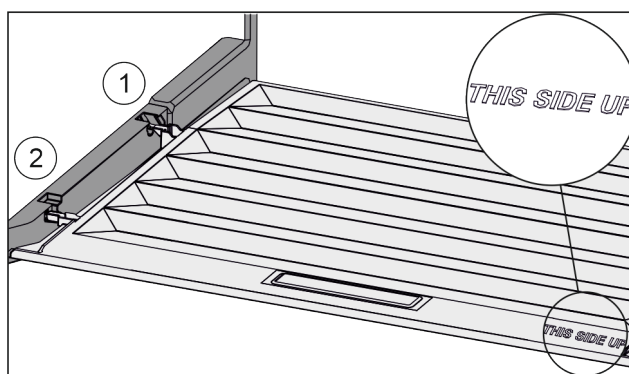

Fig. 151
- ▶ Anbring dækslets tappe over åbningen i den bageste holder Fig. 151 (1), og lad dem gå i indgreb i forreste holder Fig. 151 (2).